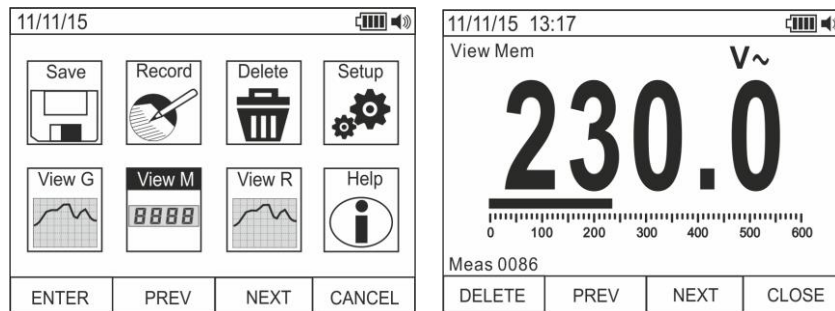

Fig. 19: Apresentação das medições (snapshots) no display
31. Usar os botões **F2** ou **F3** para seleccionar o ícone “Ver (Vedi) M” e premir o botão **F1** (ver Fig. 19 – parte esquerda).
32. Usar os botões **F2 (ANTERIOR)** ou **F3 (SEGUINTE)** para seleccionar e visualizar a medição pretendida entre as guardadas na memória do instrumento (ver Fig. 19 – parte direita). A referência da medição está presente na parte inferior direita do display